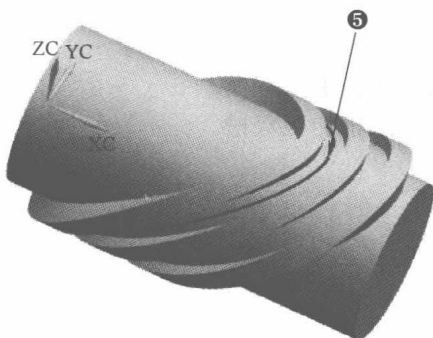
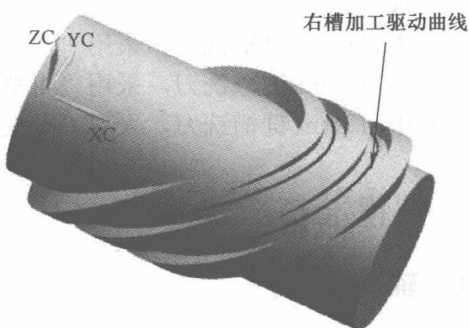

图 1-5 生成的左槽加工驱动曲线
图 1-6 生成的右槽加工驱动曲线
⑤ 单击【确定】按钮，生成的偏置曲线如图 1-5 所示，这就是左槽加工的驱动曲线。用同样的方法，选择右槽底面左边的边线作为要偏置的线，右槽底面为偏置面，偏置距离为 9mm，创建右槽的加工驱动曲线，结果如图 1-6 所示。